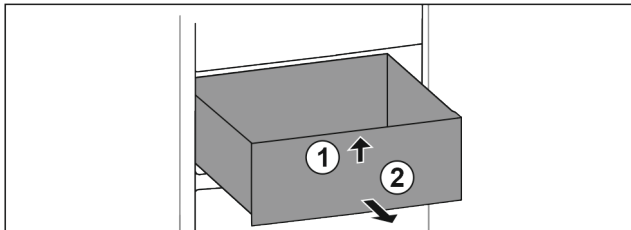

Fig. 120
- ▶ Løft skuffen foran. Fig. 120 (1)
- ▶ Ta ut skuffen framover. Fig. 120 (2)